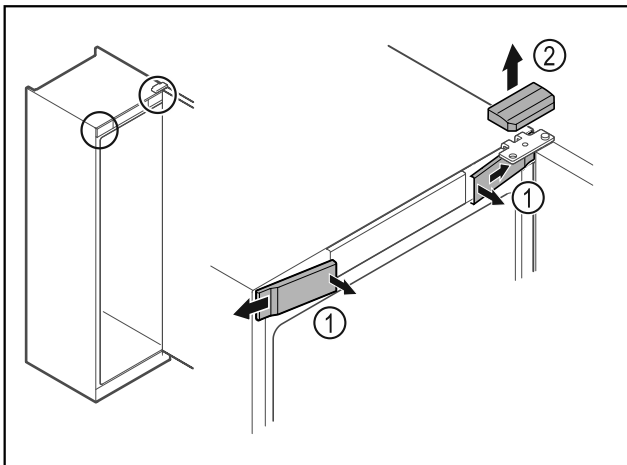

Fig. 6 *
- Izvadite prednje poklopce Fig. 6 (1) iznutra i skinite ih na stranu.*
- Skinite gornji poklopac Fig. 6 (2) prema gore.*